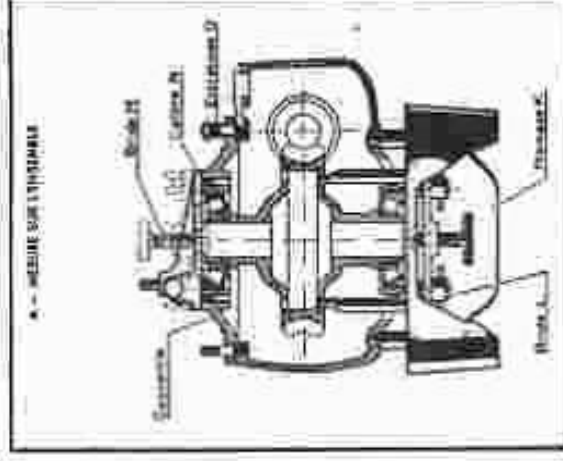

Fig. 54. —
- Déterminer au moyen du calibre N, l'épaisseur de ces galets nécessaires (fig. 54).